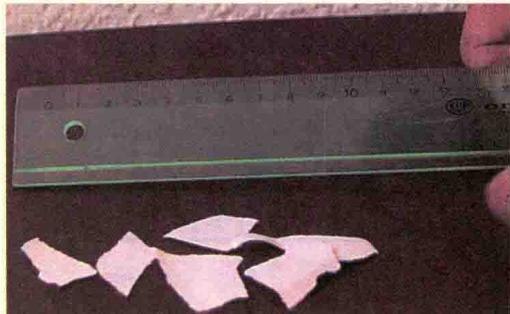

图 1-1-2 静电实验一
**活动二：**结合图 1-1-2，请将直尺在你的衣服上摩擦几下，紧接着将直尺悬在一小堆碎纸屑上面，你观察到什么？请将观察到的情况记录下来。